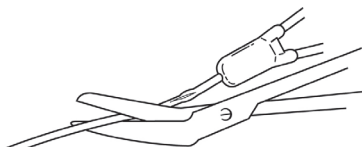

Fig. 2
2. Den beskadigede del af kateteret afskæres. (Fig. 2)